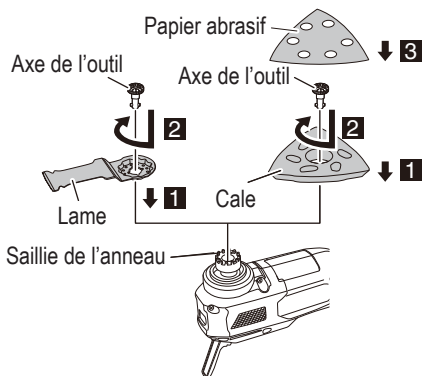

Fig. 10
- (3) Fixer l'outil d'application sur le porte-accessoire, en s'assurant que l'orifice de l'outil s'encastre dans la saillie de l'anneau. L'angle de fixation pour l'outil d'application peut être réglé par incréments de 30°. (Fig. 10)
- (4) Insérez fermement l'axe de l'outil tout en le tournant dans le sens horaire. (Fig. 10)
(6) Aligner les orifices lorsqu'on colle le papier abrasif sur le patin de ponçage. (Fig. 10)